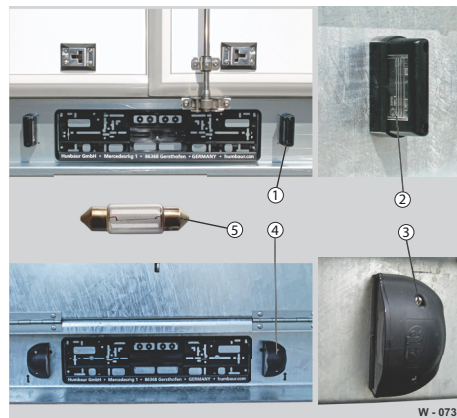

Abb. 75 Kennzeichenleuchten, separat
- Verschraubung (Abb. 75/3) lösen.
- Lichtabdeckung (Abb. 75/2) mit Gehäuse abnehmen.
- Lampe (Abb. 75/5) auswechseln.